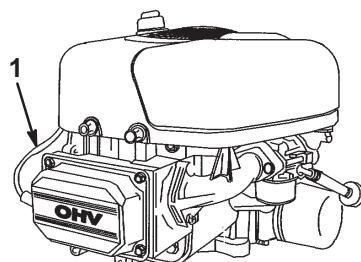

Bild 26
3. Ziehen Sie den Kerzenstecker von der Zündkerze (Bild 26). Reinigen Sie den Bereich um die Zündkerze, um zu verhindern, dass Schmutz in den Motor fallen und Schäden verursachen kann.
3. Stecken Sie den Zündkerzenstecker wieder auf die Zündkerze auf (Bild 26).